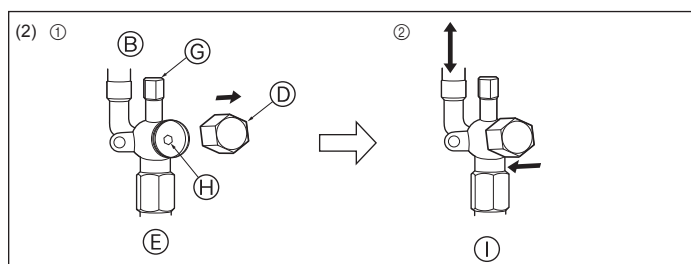

Fig. 4-10
- Страна с жидкостью (Fig. 4-10)